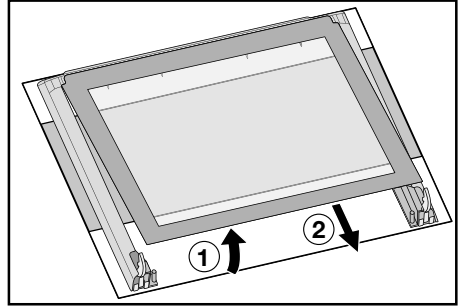

Abb. 13
- 9) heben Sie die obere Scheibe vorsichtig etwas an und ziehen Sie die Scheibe heraus, die an dem Zierrahmen auf allen vier Seiten erkennbar ist (Abb. 13).